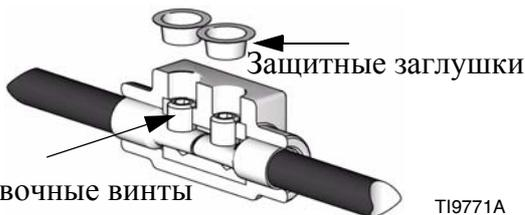

Рис. 10
При затяжке до 60 дюймофунтов (6,78 Н•м) установочные винты будут находиться приблизительно заподлицо с разъемом. См. Рис. 10.
- f. Установите поверх установочных винтов защитные заглушки. См. Рис. 10.